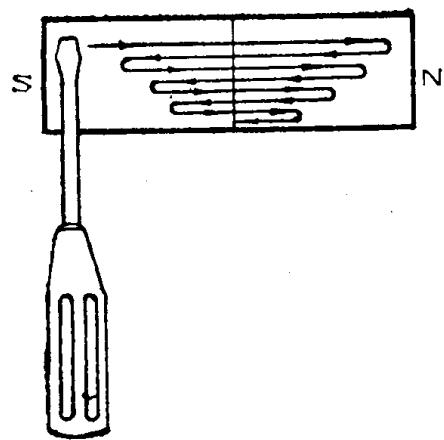

图1-16
2. 将小起子从磁铁的一极滑向另一极，反复滑动，并使小起子滑动的幅度向磁铁的中心逐渐减小（见图1-16），最后停在磁铁的中央后离开磁铁。